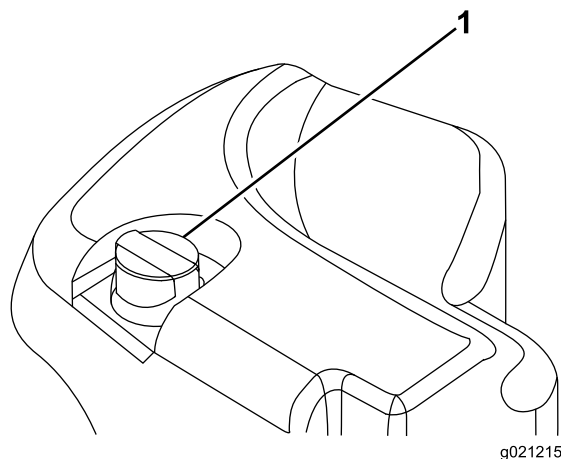

図 64
2. 油圧オイルタンクの注油口周辺をきれいに拭き、キャップを外す 図 64。